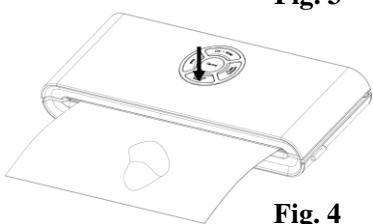

Fig. 3
6. Sedan tryck på knappen Vacuum & SEAL. Enheten påbörjar vakuum- och förseglingsprocessen automatiskt –**Fig. 3.**